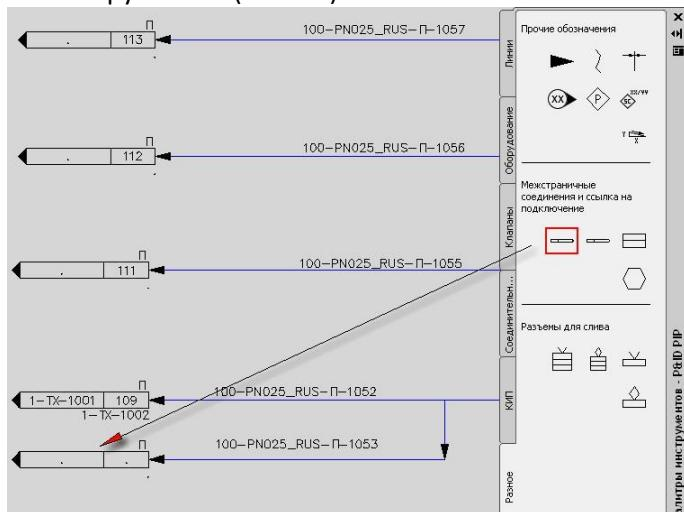

Рис. 24
- Добавьте **Межстраничное соединение** в конец линии 1053. Для этого выберите пиктограмму **Межстраничное соединение** на вкладке **Разное** панели инструментов (Рис. 24).